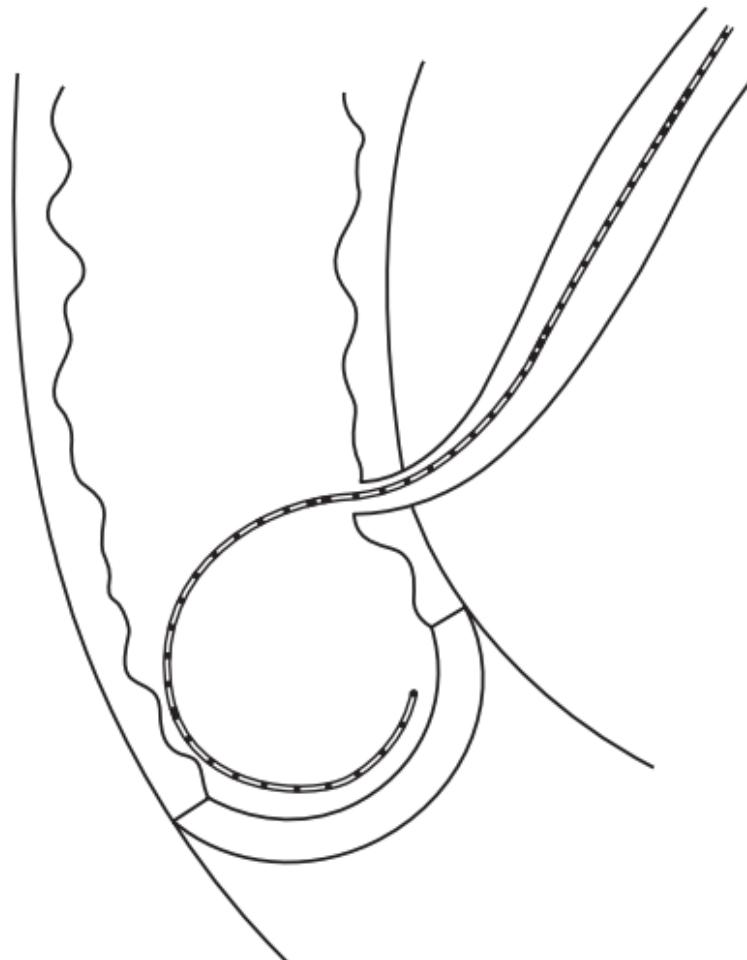

Fig. 2
5. En el duodeno deben enrollarse aproximadamente 15-20 cm de la guía flexible para evitar la retirada involuntaria de la guía, y su posición debe confirmarse por métodos fluoroscópicos. (Fig. 2)